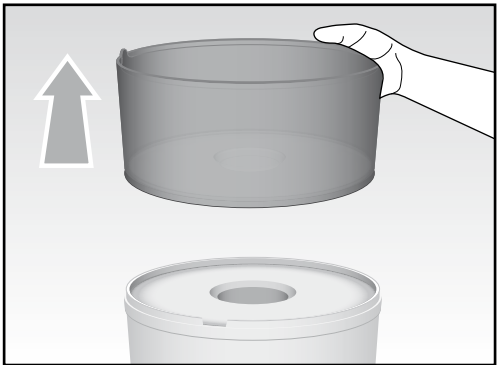
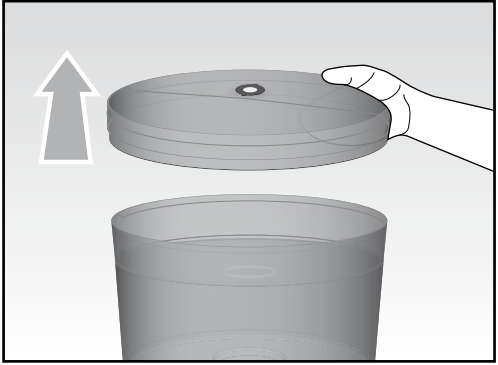
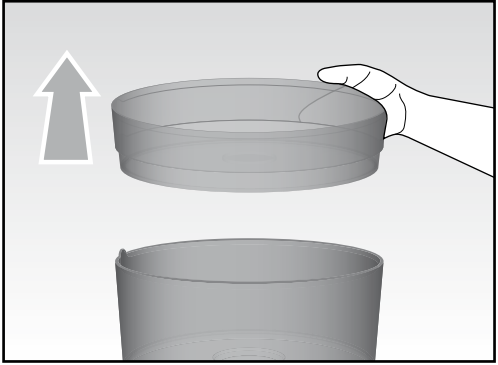
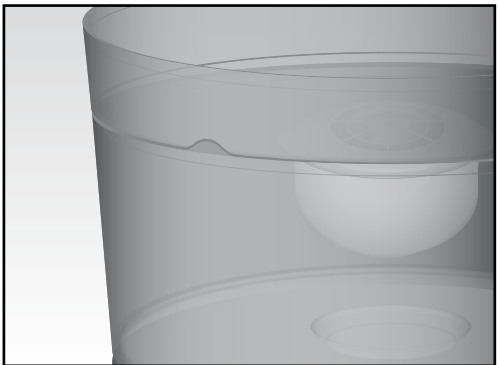

Fig. 4
Fig. 2
Fig. 3
Fig. 5
- Remove the lid (H) (Fig. 2) and take out the top tank (G) (Fig. 3) and filtered water tank (F) (Fig. 4). Wash them in lukewarm, soapy water; rinse and dry thoroughly.
- Refit the filtered water tank (F).
- Refit the top tank (G) so that the bottom slots meet with the tabs on the top part of the tank (F) (Fig. 5).
- Remove the lid (H) (Fig. 2), and take out the upper water tank (G) (Fig. 3).
- Refit the top tank (G) and then close, fitting the lid (H), so that the slots in the bottom fit over the tabs on the top part of the tank (Fig. 5).
- Enlevez le couvercle (H) (Fig. 2) et extrayez le réservoir supérieur (G) (Fig. 3) ainsi que le réservoir d'eau filtrée (F) (Fig. 4). Lavez-les avec de l'eau tiède savonneuse, rincez et faites sécher.
- Remontez le réservoir d'eau filtrée (F).
- Remontez le réservoir supérieur (G) en faisant coïncider les encoches inférieures avec les saillies situées sur la partie supérieure du réservoir (F) (Fig. 5).
- Retirez le couvercle (H) (Fig. 2) et extrayez le réservoir supérieur (G) (Fig. 3).
- Remontez le réservoir supérieur (G) et refermez avec le couvercle (H), en faisant coïncider les encoches inférieures avec les saillies situées sur la partie supérieure du réservoir (Fig. 5).